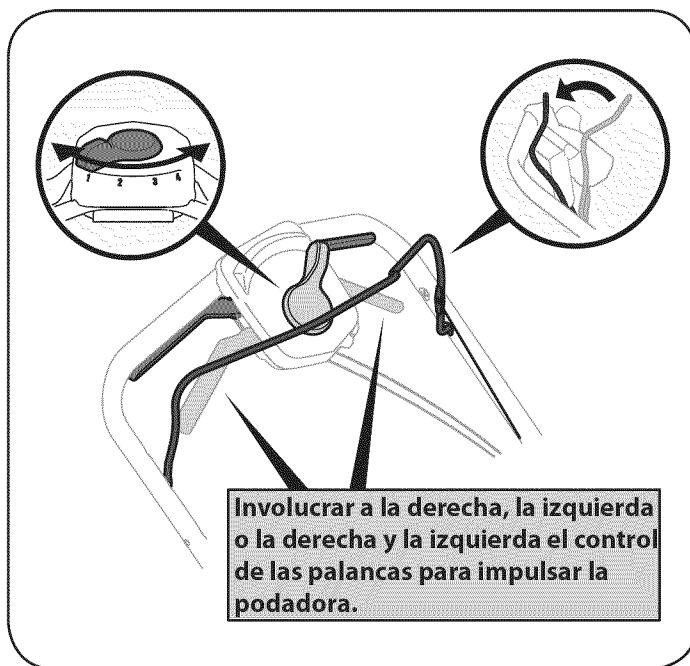

Figura 15
1. Una vez que el motor esté funcionando y sin dejar de mantener el control de la cuchilla, apriete uno (o ambos en coche) los controles de la transmisión contra la manija superior para propulsar la podadora. Vea Figura 15.